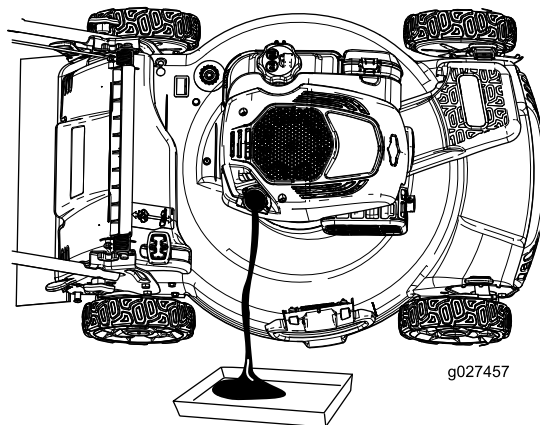

Figura 33
7. Inclinate la macchina sul fianco, con il tubo di riempimento dell'olio in basso, per vuotare l'olio usato attraverso il tubo di riempimento in una bacinella di spurgo (Figura 33).